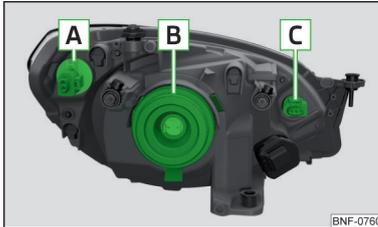
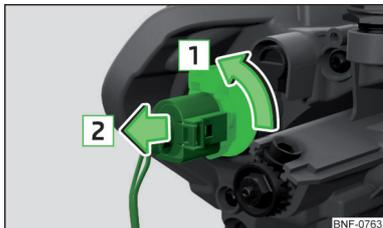

Abb. 141
Abb. 144
Glühlampenordnung » Abb. 141
- › Die Fassung mit der Glühlampe **C** » Abb. 141 auf Seite 129 bis zum Anschlag in Pfeilrichtung **1** » Abb. 143 drehen.
- › Die Fassung mit der Glühlampe **A** » Abb. 141 auf Seite 129 bis zum Anschlag in Pfeilrichtung **1** » Abb. 144 drehen.